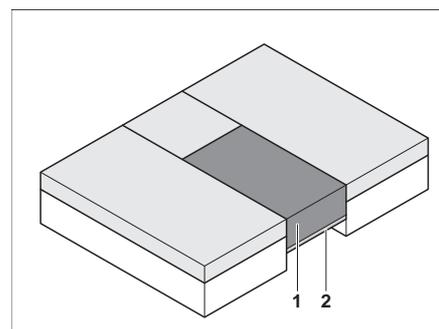

Bild 84 Nach dem Umbau
- Das Zusatzpolster (Bild 84,1) auf den ausgezogenen Lattenrost (Bild 84,2) legen.